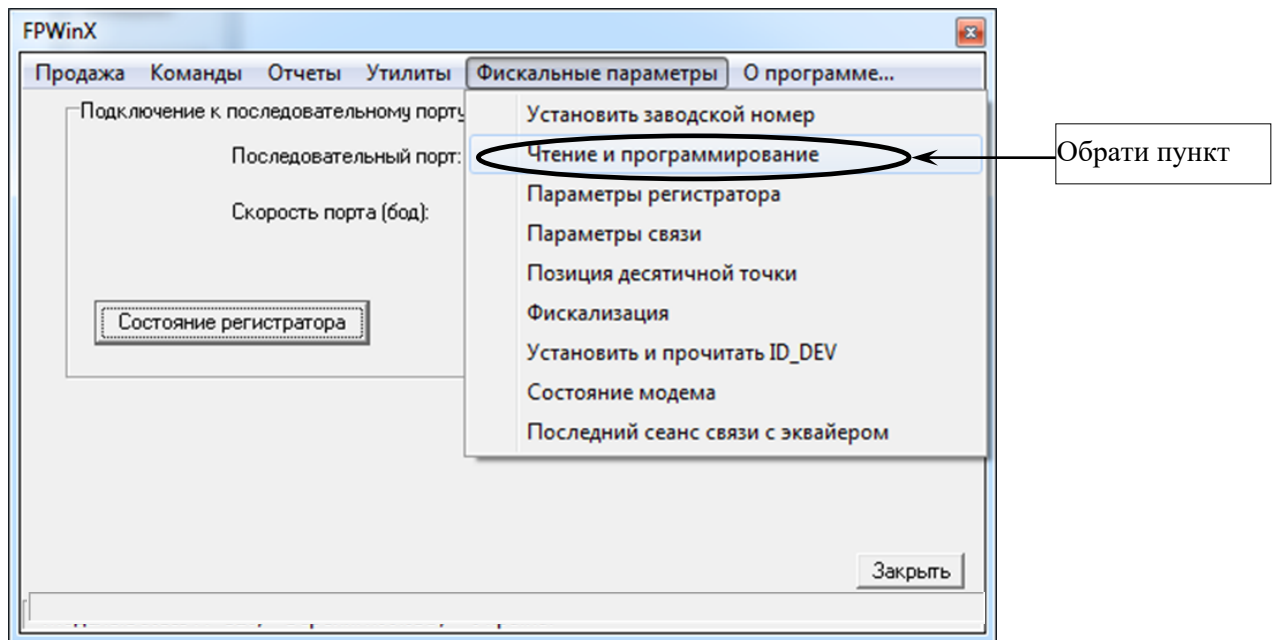

Рисунок 14
5.4 У вікні програми обрати закладку «Фискальные параметры», далі у випадаючому меню обрати пункт «Чтение и программирование» (рисунок 14).